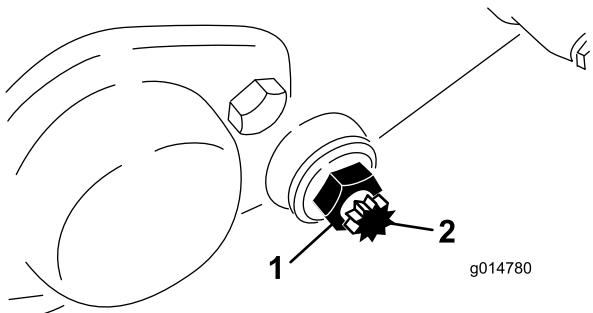

Figura 49
3. En cada lado de la máquina, afloje la contratuerca que fija el perno de la barra de asiento (Figura 49).
4. Retire cada perno, para poder tirar de la barra hacia abajo y retirarla de la máquina. Guarde las 2 arandelas de nylon y las 2 arandelas troqueladas de cada extremo de la barra de asiento (Figura 49).